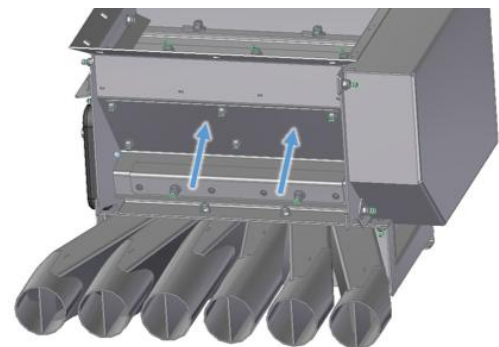

Abbildung 41
- Wenn das Fixierblech nach dem Einstellen wieder festgeschraubt wird, drückt dieses den Besen über die Schrauben mit dem TX25 Antrieb weiter gegen die Säwelle (siehe Abbildung 41).